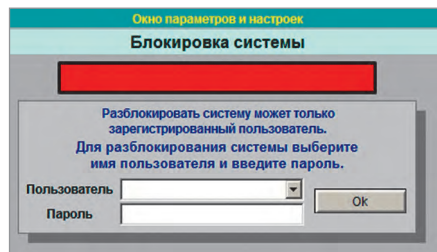

Рис. 7. Блокировка системы
- **Блокировка АРМ оператора** позволяет в случае временного отсутствия персонала заблокировать доступ к системе. Перемещение мыши ограничивается областью окна, представленного на рис. 7. Таким образом становятся недоступными все органы управления системой.